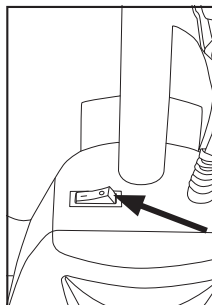

Fig. 5
1. Para encender la aspiradora, presione el interruptor ubicado en el compartimento de polvo para que quede en la posición (I) (Fig. 5).
2. Para apagar la aspiradora, presione el interruptor ubicado en el compartimento de polvo de modo que quede en la posición (0).